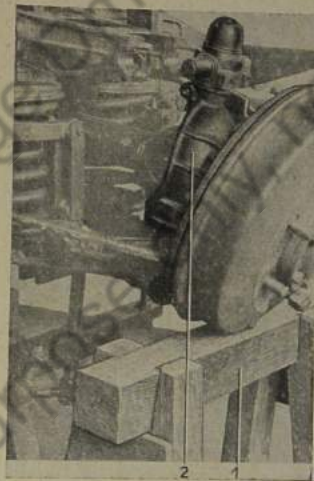

Bild 730: Antriebsgelenkgehäuse-Zusammenbau abkippen und abstützen
7. Antriebsgelenkgehäuse seitlich abkippen, bis der Lagerzapfen aus den Stiftschrauben im oberen Querlenker frei ist und abstützen (Bild 730).